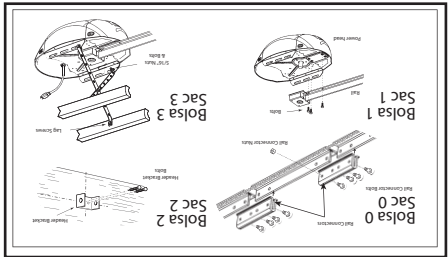

FIG. 1-1 Cajas internas. Botles internes.
1. Vous trouverez 4 boîtes dans l'emballage. Les boîtes sont numérotées de 1 à 4. Certains l'ouvreurs contiennent les mêmes pièces qui sont emballés dans moins de boîtes. **Débarrasser soigneusement les trois boîtes internes (étiquetées 1, 2 et 3) et les placer sur le sol (Fig. 1-1).**
1. Hay 4 cajas dentro del cartón. Cada caja está numerada de 1 a 4. Note que algunos abridores contienen las mismas piezas y pueden estar embaladas con menos cajas. Cuidadosamente quite las 3 cajas internas (Etiquetadas No. 1, 2 y 3) y póngalas en el piso para tener acceso fácil (Fig. 1-1).